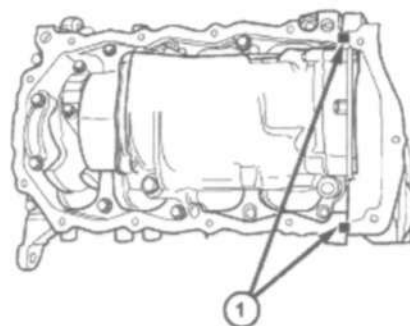

Рис. 81. УСТАНОВКА ПРОКЛАДКИ МАСЛЯНОГО ПОДДОНА
- (1) Установить прокладку масляного поддона на блок.
- (2) Нанести валик герметика (3 мм) Mopart Engine RTV на линию стыка между масляным насосом и блоком цилиндров (Рис.81).